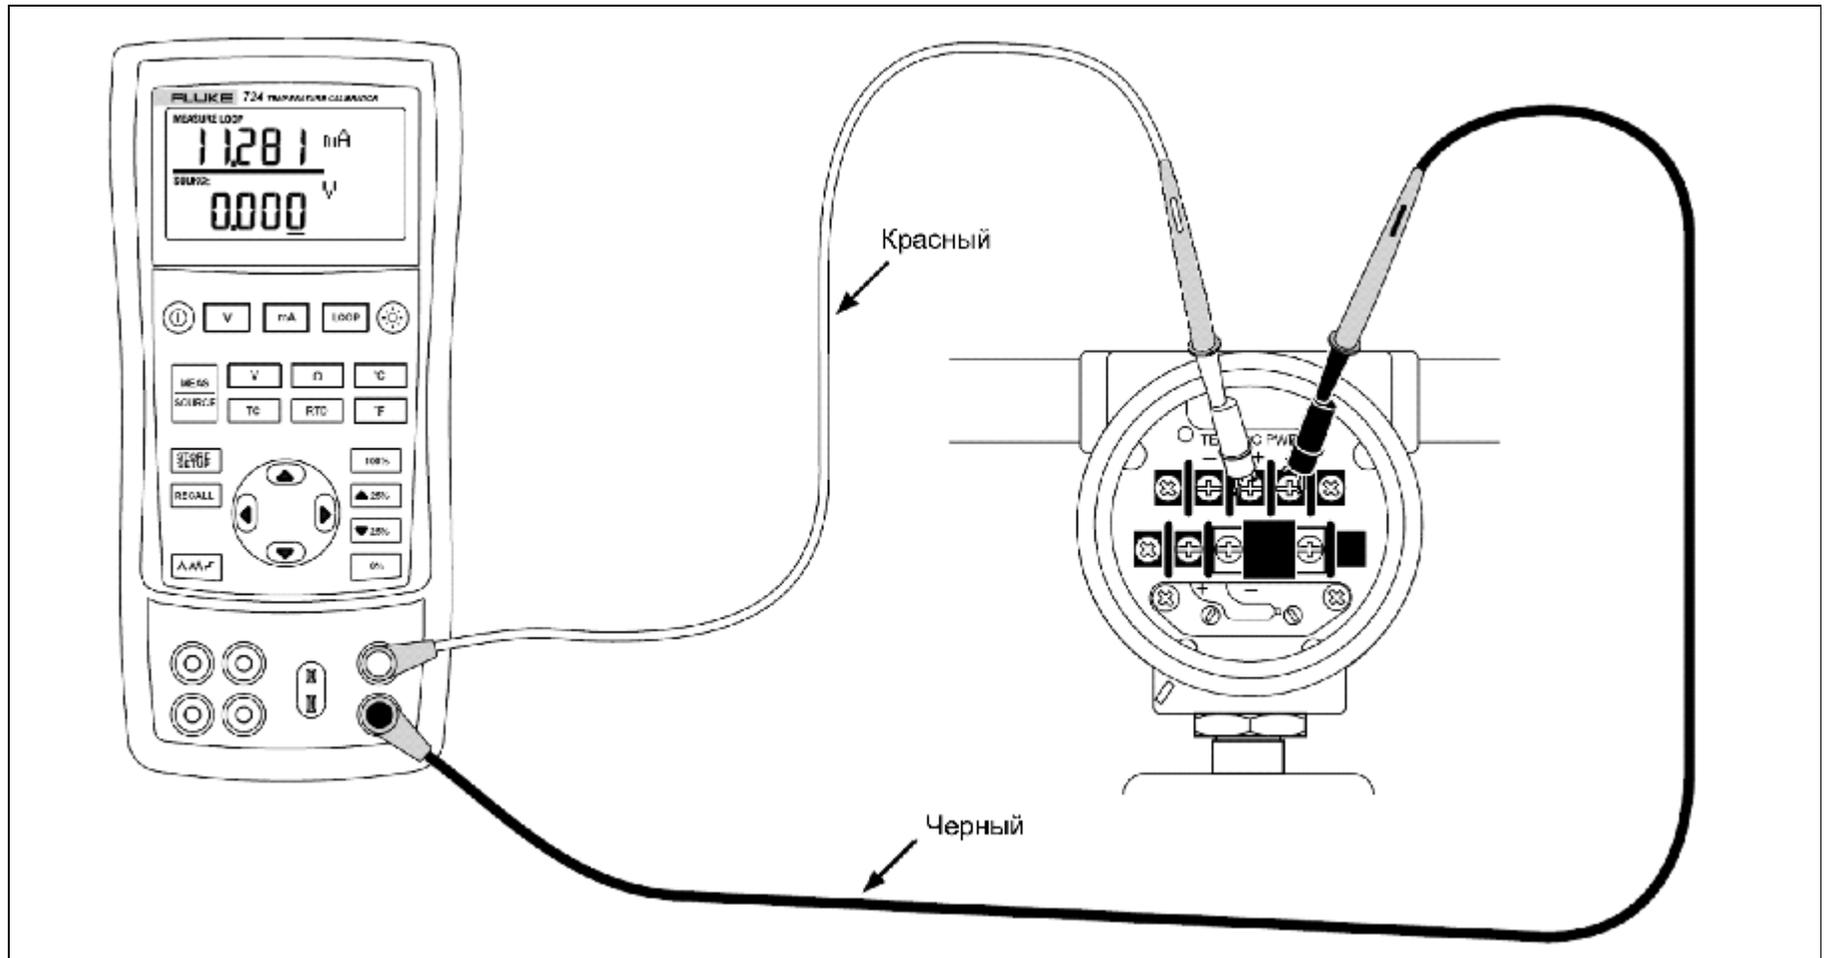

Рис. 8. Схема соединений для питания замкнутого контура
1. Подключите калибратор к зажимам замкнутого контура датчика, как показано на рис. 8.